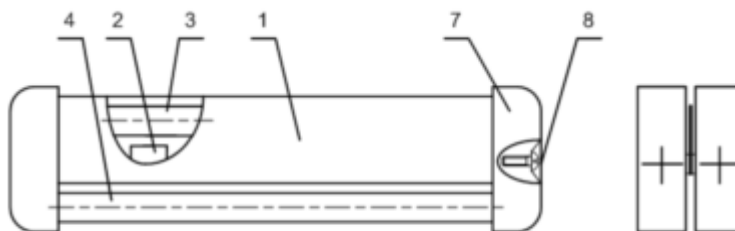

Рис. 1. Общий вид облучателя.
- 6.3. Проверить работу облучателя до его монтажа в следующей последовательности (см. рис. 1):
- открутить винты (8), снять боковины (7);
- установить стартеры (2), для чего необходимо вставить их в патроны и повернуть по часовой стрелке до упора;
- установить лампы (3), (4), для чего необходимо одновременно завести контакты лампы в патроны и зафиксировать их;
- установить боковины (7) и закрепить винтами (8).